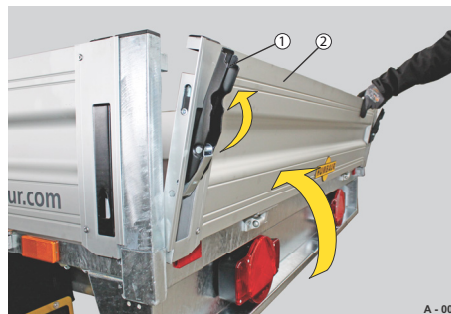

Abb. 12 Bordwand schließen, z.B. HA, HT
- Verschlüsse ggf. (Abb. 12/1) öffnen.
- Bordwand (Abb. 12/2) hochklappen - Hände aus den Schließkanten heraushalten.